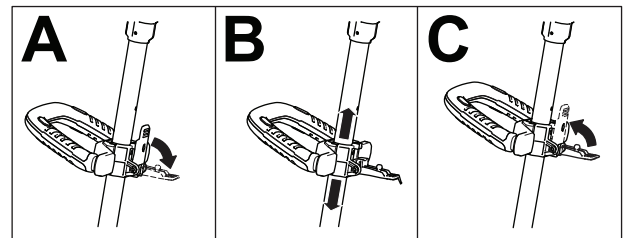

Figura 13
1. Abra el pestillo de la empuñadura auxiliar (Figura 13, A).
2. Deslice la empuñadura auxiliar hacia arriba o abajo hasta la posición deseada (Figura 13, B).
3. Cierre el pestillo de la empuñadura auxiliar para fijarla en su lugar (Figura 13, C).